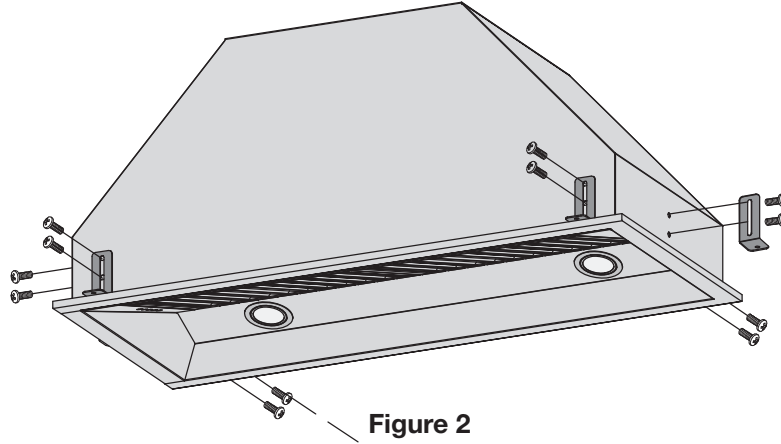

Figure 2
- À l'aide des vis fournies, installez les supports de montage fournis vis-à-vis des trous prépercés (voir la figure 2).